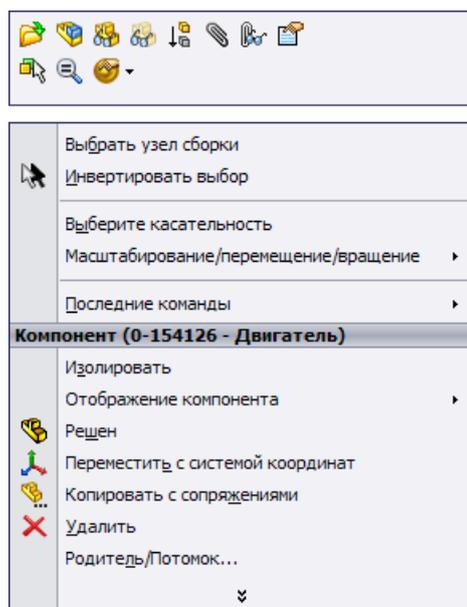

Рис. 11.83 Контекстное меню
- 1) Щелчком правой клавиши мыши вызвать **Контекстное меню** (рис.11.83), откуда выбрать команду **✗ Удалить**, либо